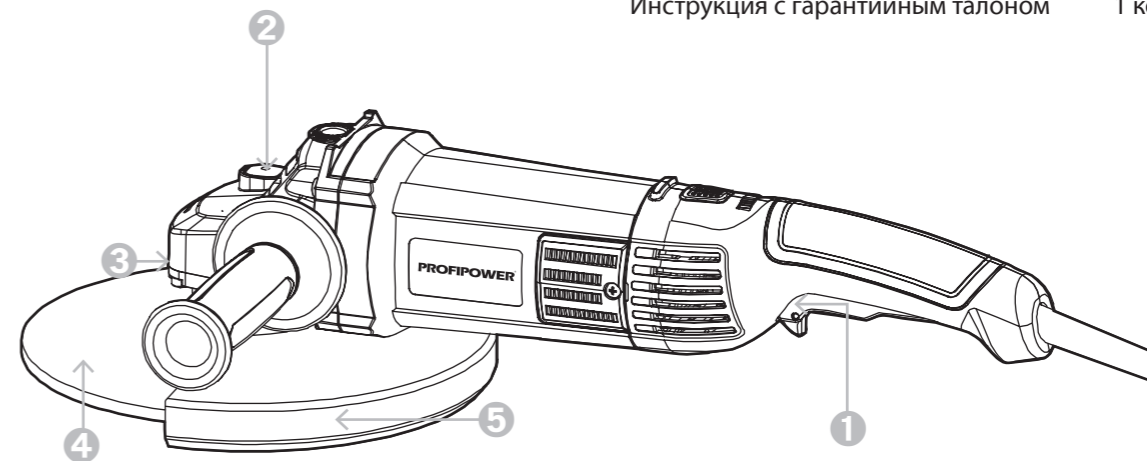
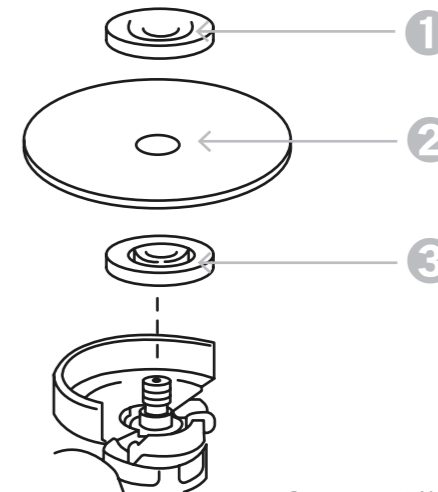

Рисунок 1.5. Устройство изделия
Рисунок 2.2.4. Установка оснастки
❷ Установите на изделие соответствующую оснастку «1», в зависимости от вида работы (шлифование, отрезание), совместив отверстие в оснастке с выступом внутренней шайбы «2» (рисунок 2.2.4.).
❸ **ВНИМАНИЕ!** При установке оснастки следуйте указаниям по направлению её вращения.
❹ Закрутите наружный фланец «3».
❺ Заблокируйте шпиндель, нажав кнопку «2» (рисунок 1.5.), и крепко затяните наружный прижимной фланец ключом.
❻ Для снятия оснастки нажмите кнопку блокировки «2» (рисунок 1.5.) и прилагаемым ключом открутите фланец.
ЗАПРЕЩЕНО! Не включайте блокировку «2» (рисунок 1.5.) при вращающемся шпинделе. Это может привести к повреждению инструмента. Нажмите на кнопку блокировки для предотвращения вращения шпинделя при установке или снятии оснастки.